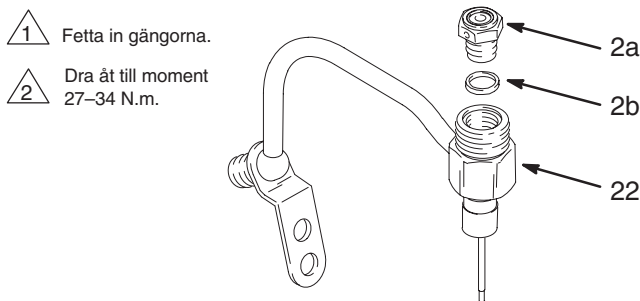

Fig. 15 03977
3. Lägg packningen (2b) på ventilsåtet (2a). Skruva in ventilsåtet i vätskehuset (22). Dra åt till 27–34 N.m moment. Se Fig. 15.